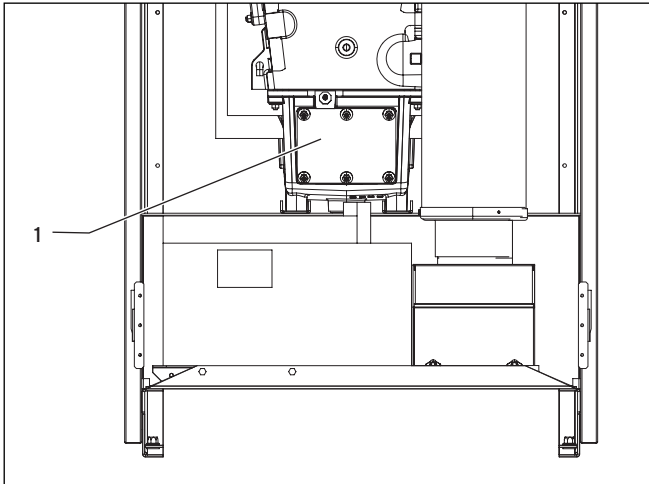

Рис. 8.1 Очистка конденсатосборника
- Открутите крышку смотрового отверстия (1, рис. 8.1).